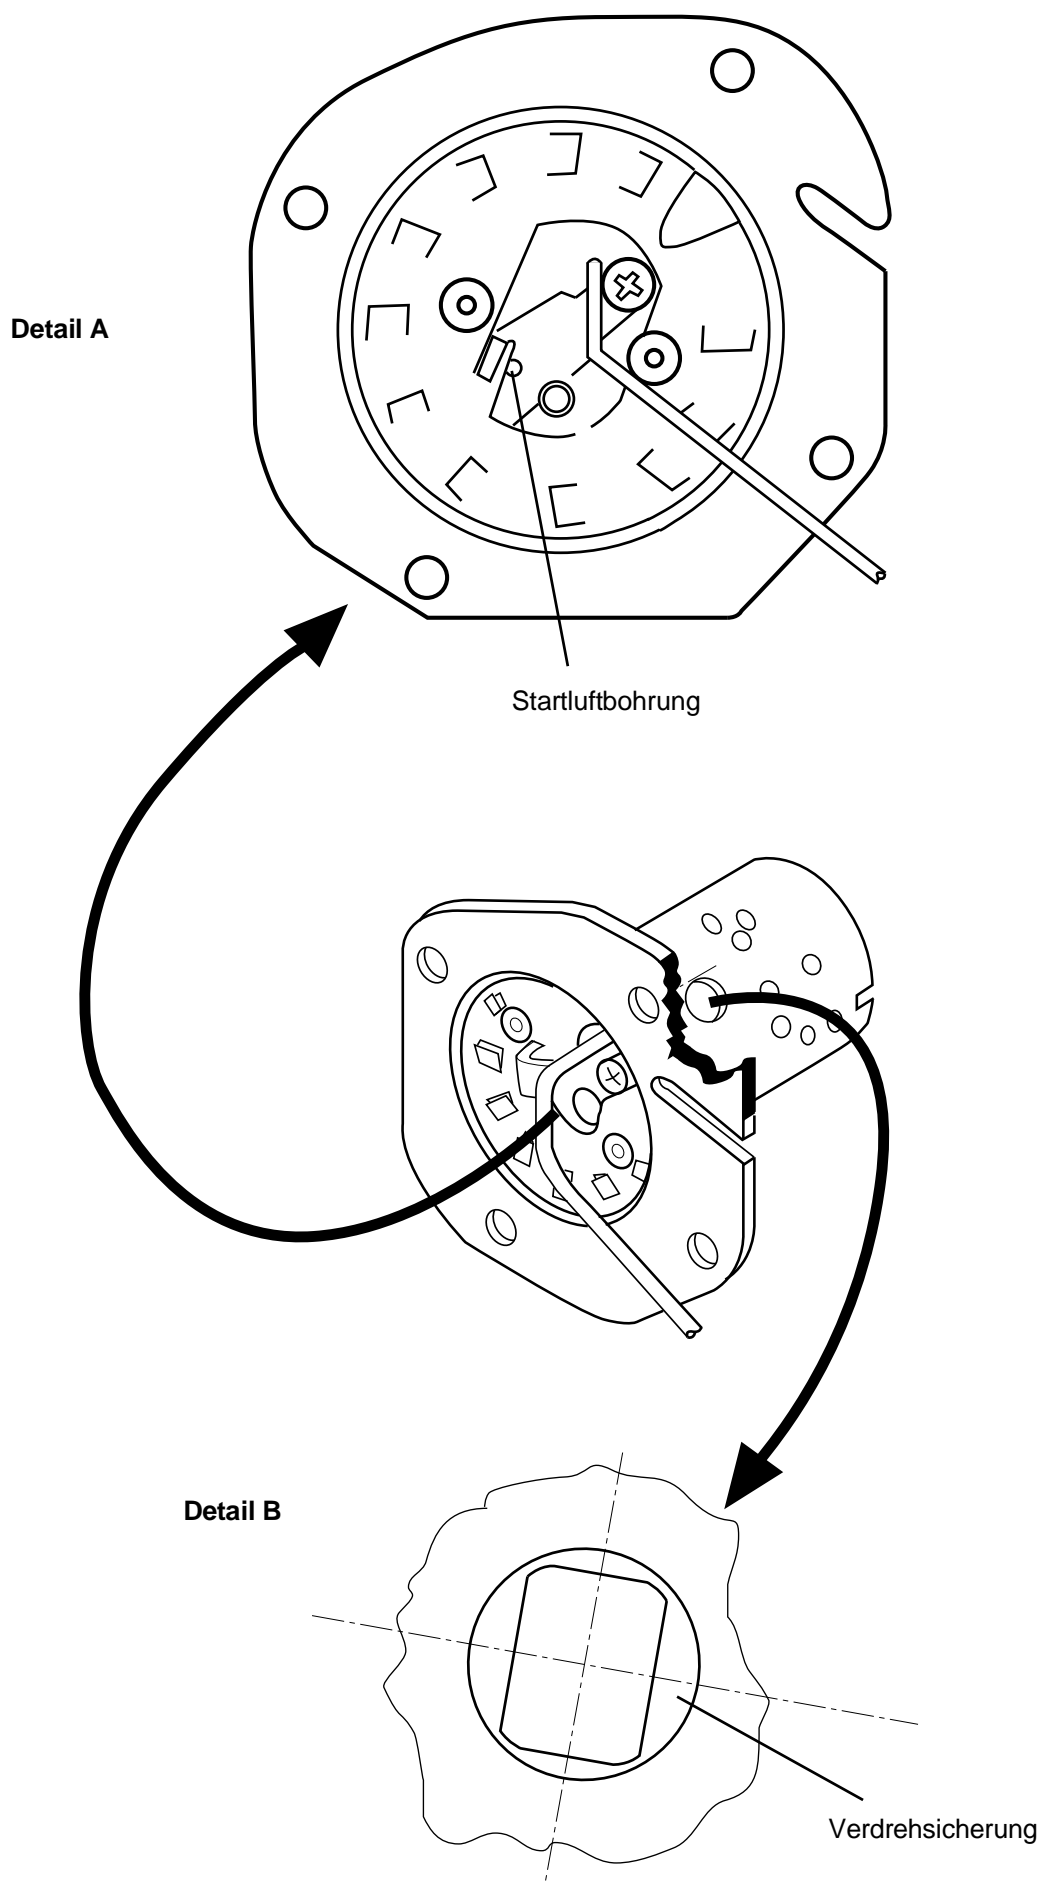

Abb. 904 Zerlegung des Wärmeübertragers (Seite 2 von 2)
4. Zwei Schrauben (3, Abb. 904) und Luftleitblech (2) für Kabelabdeckung entfernen.
5. Kabeltülle (10) nach innen herausdrücken.
6. Sicherungsglasche (4) vorsichtig aufbiegen und Flammwächter (1) aus dem Brennereinsatz herausziehen.
1. Flammwächter (1, Abb. 904) unter der Brennstoffleitung durchschieben, Stecker durch die Bohrung führen und Kabeltülle (10) eindrücken.
2. Kabel mit Kabelschutzhülle durch die Sicherungsglasche (4) führen und Flammwächter (1) in den Brennereinsatz (5) einsetzen.
3. Sicherungsglasche (4) wieder zusammendrücken.
4. Brennereinsatz (5) mit 4 Schrauben (3) und Luftleitblech (2) für Kabelabdeckung befestigen.
6. Alle 4 Schrauben (3) mit 4 Nm anziehen.
4. Kabeltülle (9 und 10, Abb. 904) nach innen herausdrücken.
5. Vier Schrauben (3) und Luftleitblech (2) entfernen.
6. Brennereinsatz (5) durch Kippen vorsichtig herausziehen.
1. Neue Dichtung (7, Abb. 904) in den Wärmeübertrager einsetzen und Brennrrohr (6) in Zusammenbaulage bringen.
6. Brennereinsatz (5, Abb. 904) entfernen.
7. Brennrrohr (6) aus dem Wärmeübertrager (8) herausziehen und Dichtung (7) entfernen.
2. Dichtung (7, Abb. 904) einsetzen.
3. Brennrrohr (6) in Zusammenbaulage bringen.